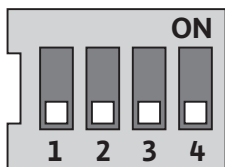

Fig. 23 : Interrupteurs DIP
Les interrupteurs DIP (fig. 8, pos. 6/fig. 23) se trouvent sous le capot du boîtier.